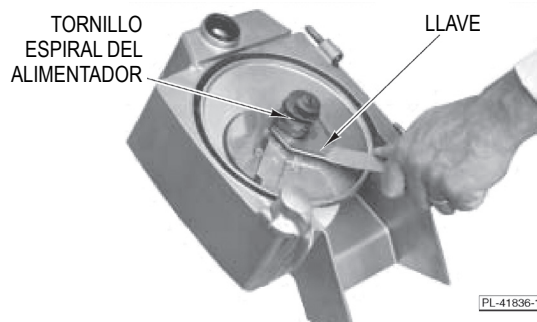

Fig. 6
4. Retire el tornillo espiral del alimentador girándolo con la llave en el sentido de las agujas del reloj (Fig. 6).